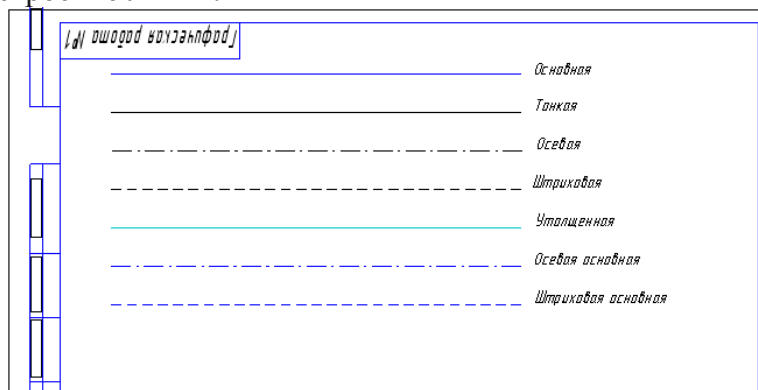

Рисунок 35
14. Заполните ячейки штампа. Установите курсор на ячейке, зафиксируйте его положение нажатием ЛКМ и начните заполнение с клавиатуры (рис. 35):